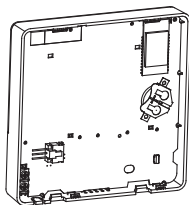

Fig 3-5
- Introduceți bateria în locul de instalare și asigurați-vă că partea pozitivă a bateriei este în conformitate cu partea pozitivă a locului de instalare. (Vezi Fig.3-5)